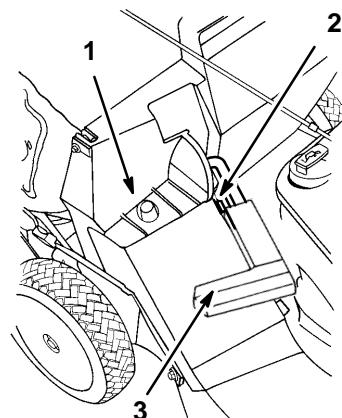

Figure 36
3. Enfoncer le trou de l'armature du sac sur le tenon du conduit d'éjection (Fig. 36).
2. Vérifier que la poignée du volet d'éjection est entièrement abaissée vers l'avant et que le loquet est engagé par l'ergot (Fig. 36).
8. Tirer la poignée du volet d'éjection vers le haut pour la dégager de l'encoche du sac (Fig. 37), puis l'abaisser vers l'avant jusqu'à ce que le loquet s'engage (Fig. 36).